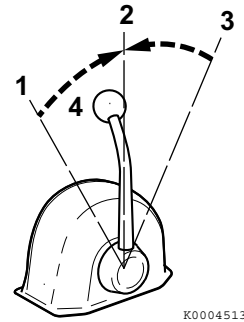

Abbildung 2
Verwenden Sie den Gashebel (**Abbildung 2, (4)**) zur Steuerung von Beschleunigung und Abbremsung. Hebel langsam bewegen.
2. Bringen Sie beim Wechsel mit dem Hebel zwischen VORWÄRTS (**Abbildung 2, (1 oder 3))** und RÜCKWÄRTS (**Abbildung 2, (3 oder 1))** die Kupplung auf die Position NEUTRAL (**Abbildung 2, (2))** und warten Sie etwas, bevor Sie langsam in die gewünschte Stellung schalten. NIEMALS abrupt von VORWÄRTS auf RÜCKWÄRTS oder umgekehrt schalten.